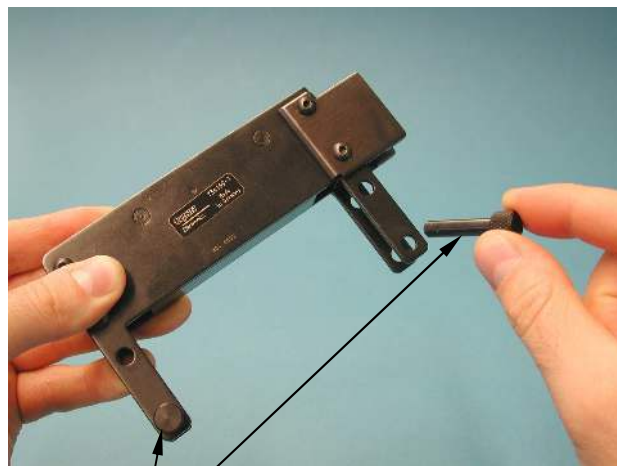

Abbildung 1
1. Als Erstes werden die beiden Befestigungsbolzen des Werkzeugkopfes entfernt. Siehe Abbildung 1.